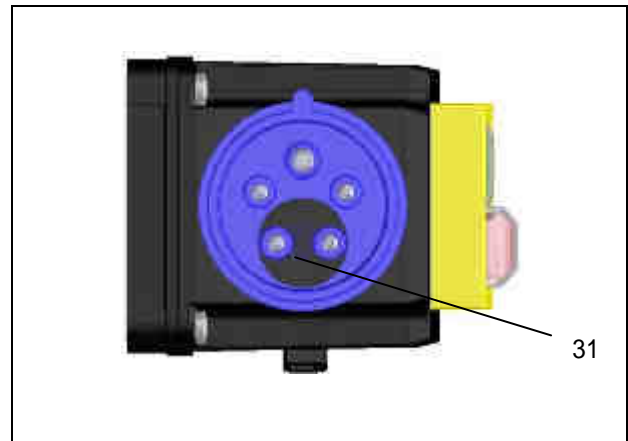

Bild 5: Phasenwender (nur TH3006D)
4. Den Phasenwender (nur TH3006D) (→Bild 5, [31]) im Netzanschluss mit einem geeigneten Schraubendreher um 180° drehen.